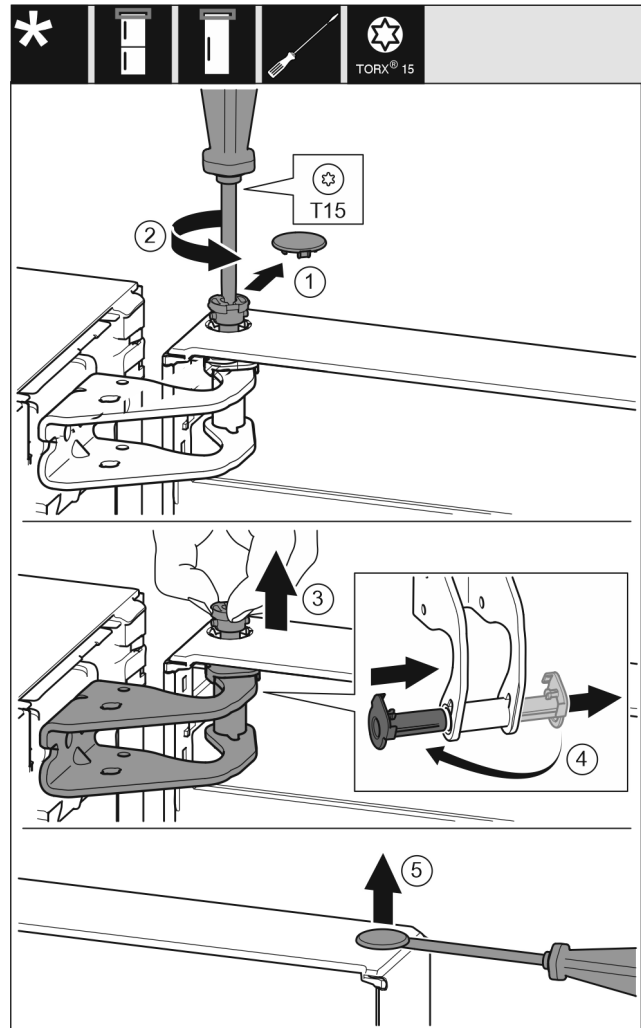

Fig. 12
- ▶ Trekk sikringsdekselet forsiktig av. Fig. 12 (1)
- ▶ Skru bolten ut et stykke med skrutrekker T15. Fig. 12 (2)
- ▶ Hold fast døren, og trekk bolten ut med fingrene. Fig. 12 (3)
- ▶ Trekk lagerbøssingen ut av føringen. Sett den inn fra den andre siden, og la den klikke på plass. Fig. 12 (4)
- ▶ Løft proppen forsiktig ut av dørens lagerbøssing med en skrutrekker, og trekk den ut. Fig. 12 (5)